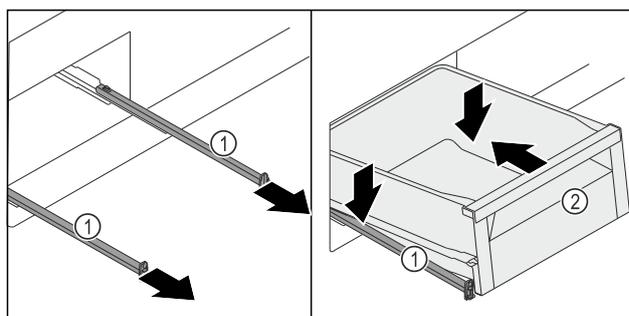

Fig. 126
- Sortir les rails Fig. 126 (1).
- Maintenir les rails Fig. 126 (1) et installer le tiroir Fig. 126 (2) incliné du haut sur les rails Fig. 126 (1).
- Pousser le tiroir Fig. 126 (2) sur les rails Fig. 126 (1) vers l'arrière jusqu'en butée.